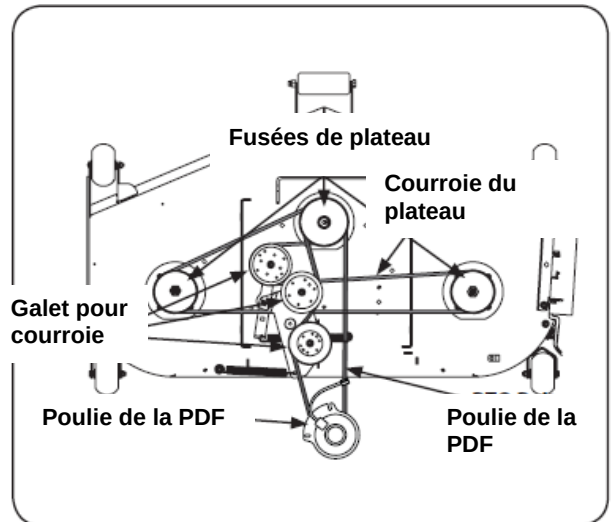

Figure 7-8
6. Acheminez la courroie tel que montré à la Fig. 7-8. Après avoir acheminé la courroie autour de la poulie de la PDF, utilisez un carré conducteur de 1/2" dans le support du galet pour courroie et tournez vers l'avant du tracteur pour terminer l'acheminement de la courroie autour du galet pour courroie.
3. Retirez la courroie des fusées de plateau. Référez-vous à la Fig. 7-8.
4. Installez la nouvelle courroie autour des poulies des fusées tel que montré à la Fig. 7-8 et réinstallez les couvercles des courroies.